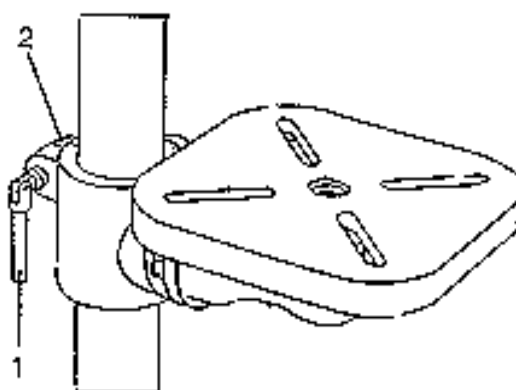

Fig. 8
10. La leva d'arresto della colonna (1) inserite nel braccio di fissaggio della tavola (2) (**fig. 8**)